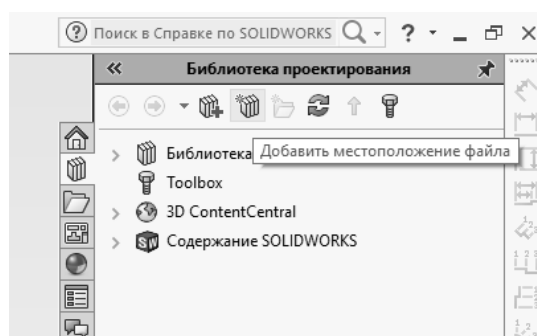

Рисунок 2.2 – Иллюстрация добавления местоположения файла библиотеки
- 1 Добавить местоположение файла библиотеки (рисунок 2.2).